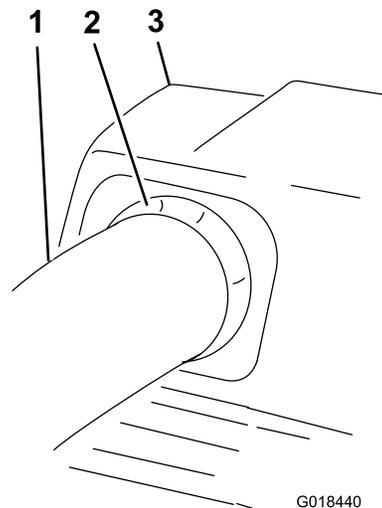

Figura 30
10. Puxe o tubo ligeiramente para fora para que o vedante se estenda para fora e sobre o tubo inferior (Figura 30).
19. Puxe o tubo ligeiramente para fora para que o vedante se estenda para fora e sobre o conjunto do soprador (**Figura 30**).